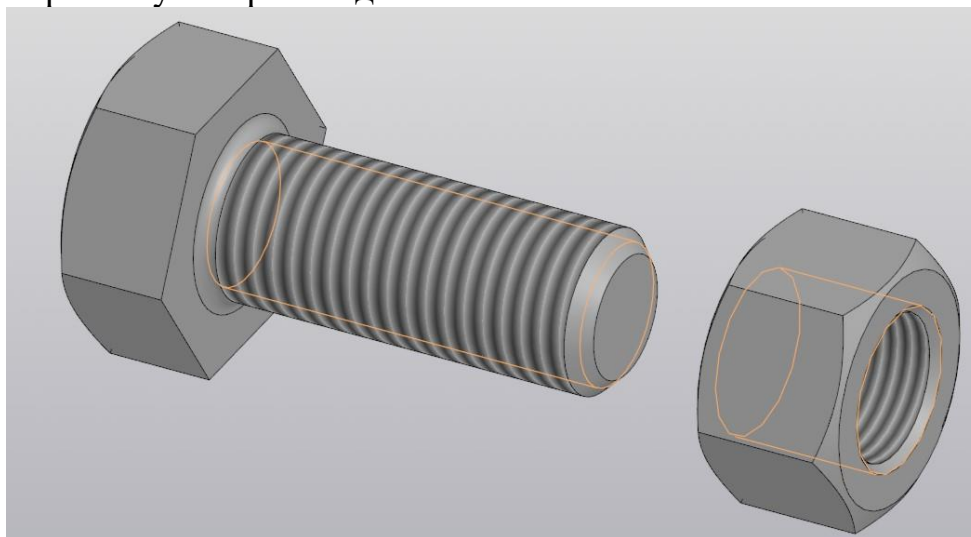

Рис. 3 Пример резьбового соединения
1. Сконструировать и изготовить макет резьбового соединения, состоящего из болта и гайки (Рис. 3).